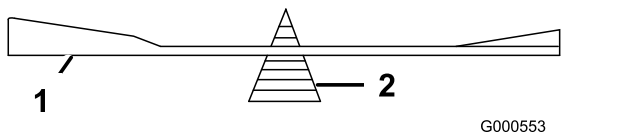

Figure 66
2. Vérifiez l'équilibre de la lame en la plaçant sur un équilibre (Figure 66).
Remarque: Si la lame est déséquilibrée, limez un peu l'extrémité de l'ailette seulement (Figure 66).